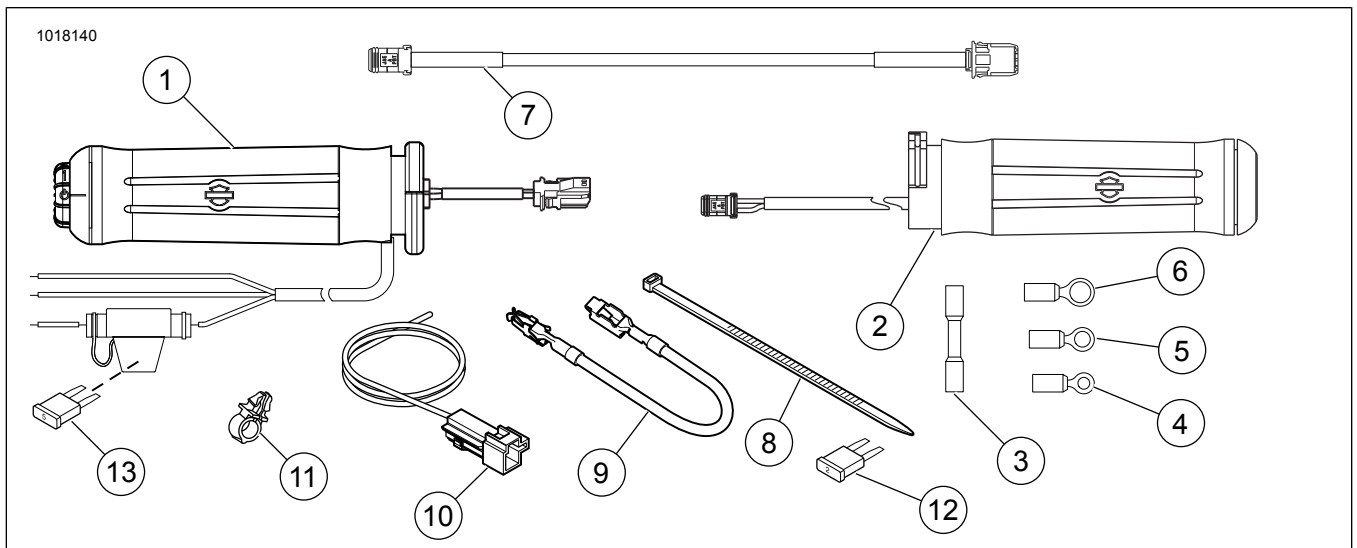

Abbildung 22. Ersatzteile, beheizte Handgriffsätze
3. Siehe Abbildung 22. Die korrekte Kabelöse (4, 5 oder 6) aus dem Satz auswählen, die zum silbernen Kontaktbolzen (mit rotem Kabel) am Überlastschalter passt.
1. Siehe Abbildung 22. Die korrekte Kabelöse (4, 5 oder 6) aus dem Satz auswählen, die zum silbernen Kontaktbolzen (mit rotem Kabel) am Überlastschalter passt.
2. Siehe Abbildung 22. Die korrekte Kabelöse (4, 5 oder 6) aus dem Satz auswählen, die zum silbernen Kontaktbolzen (mit rotem Kabel) am Überlastschalter passt.
- Siehe Abbildung 22. Den Adapterkabelbaum (10) aus dem Satz am Steckverbinder B+ anschließen.
Siehe Abbildung 22 und Tabelle 1.